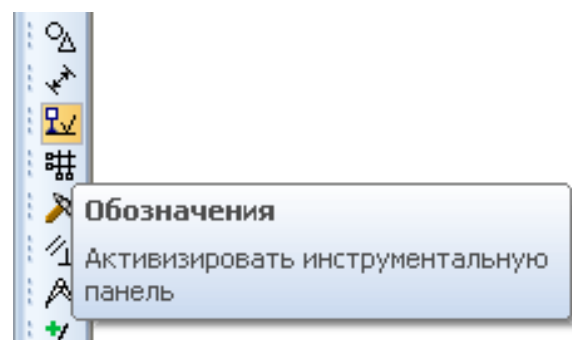

Рис. 2.1.6
6. За допомогою кнопки перемикавання **Обозначения** та команди **Текст**  створити текстові написи на кресленику (рис. 2.1.6)